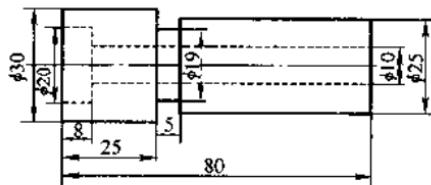

图1—10 套筒
(1) 图样及分析，如图1—10所示。
该零件属于套筒类零件，从图1—10中可以看出，该套筒所需要测量的尺寸有以下几个：外径 $\phi 30$ mm、 $\phi 25$ mm、 $\phi 19$ mm，内径 $\phi 20$ mm、 $\phi 10$ mm，长度方向尺寸有工件总长80 mm、台阶孔 $\phi 20$ mm的深度8 mm、沟槽宽度5 mm、左端 $\phi 30$ mm的外圆长度25 mm。这些尺寸在精度要求不高时都可以用游标卡尺测量。